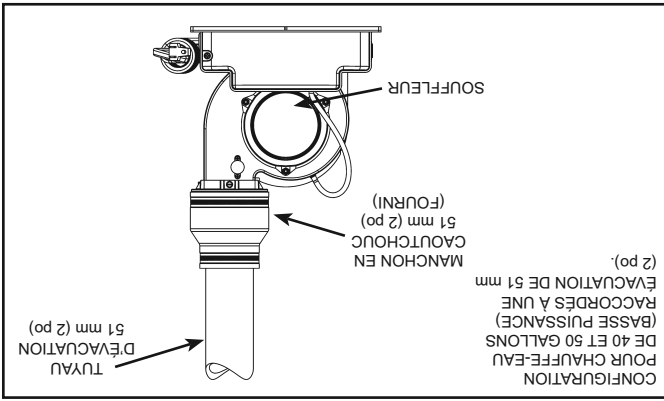

Figure 37.
1. Le tuyau d'évacuation en plastique se raccorde au manchon en caoutchouc sur le dessus du souffleur. Ce manchon comporte des colliers de serrage à crémaillère pour assurer l'évacuation au souffleur. Ces raccords doivent être bien enfoncés et serrés pour éviter toute fuite de gaz de combustion dans le local. Voir Figure 37 à Figure 41.
Ce chauffe-eau est conçu pour évacuer les produits de la combustion (gaz de combustion) vers l'extérieur au moyen d'un système de conduites étanches. Table 3 indique les matériaux et dimensions admissibles pour l'évacuation. Figure 33 montre la configuration générale de l'évacuation alors que Figure 37 à Figure 41 illustrent divers détails d'extrémité et dégagements. Le raccordement de la tuyauterie d'évacuation au souffleur est illustré de la Figure 37 à la Figure 41.